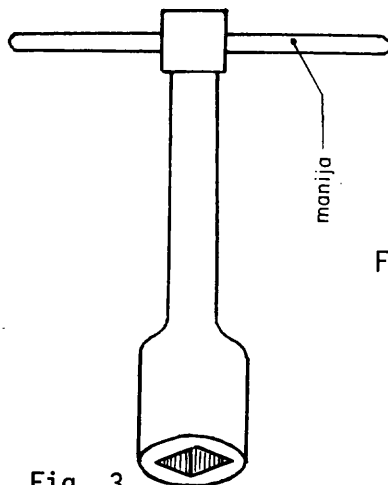

Fig. 3
*Llave de boca fija de encaje* se encuentra en varios tipos y formas (figs. 3, 4 y 5).